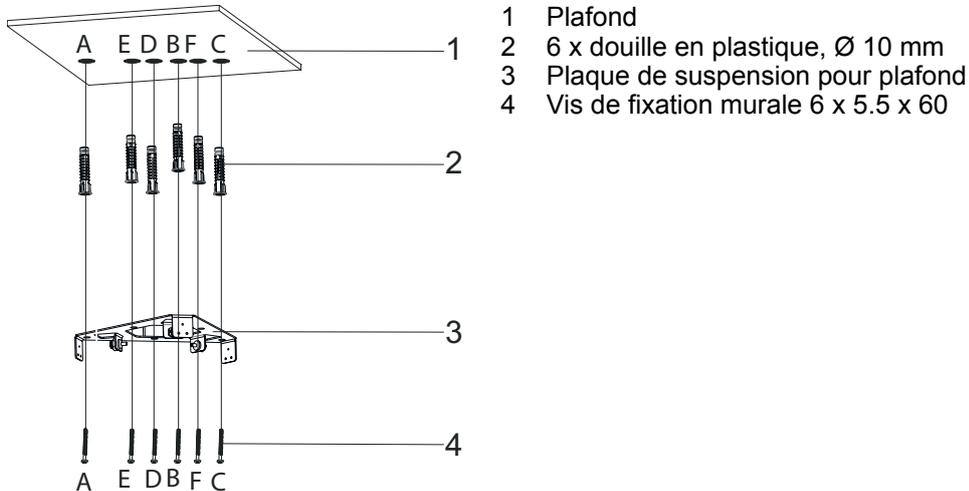

Fig. 11
1. ➤ Percez la surface à l'endroit où sera installé le produit à partir des points A, B, C, D à l'aide d'une perceuse de 10 mm de diamètre (Fig. 11).
2. ➤ Insérez des chevilles en plastique de 10 mm de diamètre dans les points percés A, B, C, D, E, F (Fig. 11).
3. ➤ Installez la plaque de fixation du plafond au plafond au niveau des points A, B, C, D, E, F à l'aide des vis 5,5x60 (4) (Fig. 11).